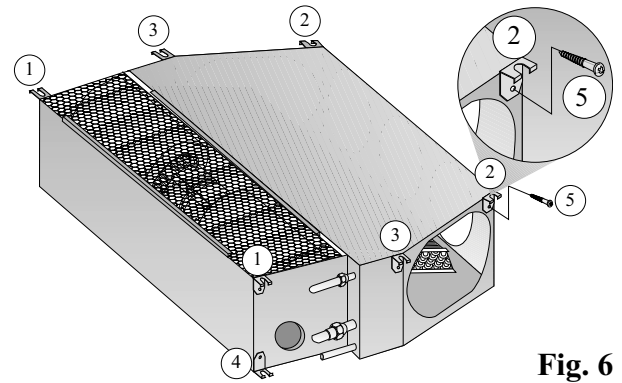

Fig. 6
- Coloque los cuatro ganchos de montaje, y marque la ubicación de las anclas sujetadoras ④ (Recomendamos usar el patrón suministrado en el paquete). Ver Fig. 6.
2. Marque 4 posiciones de montaje en el techo de acuerdo a la Fig. 6. Use el patrón suministrado con la unidad. Adjunte los conectores ① y ② (ver Fig. 6) a los 4 puntos marcados en el techo. En el caso de que no sea posible usar conectores ② a cambio se pueden usar conectores ③. No use los conectores ① a cambio de los conectores ③.
7. Sujete los cuatro tornillos ⑤ (ver Fig. 6), con el fin de apretar los ganchos de instalación a la unidad.
Nota! La parrilla de entrada de aire está colocada en la parte posterior de la unidad. Si es necesario y posible, de acuerdo a la ubicación de la instalación, es fácil cambiar la posición de la entrada de la parrilla a la parte superior (ver Fig. 6) o a la parte inferior de la unidad.